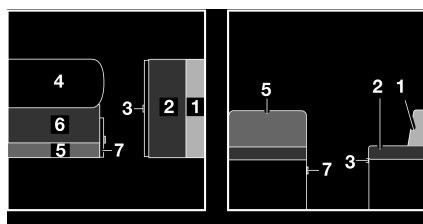

Fig. 124 Avant la transformation
- Agrandir la table (Fig. 124,4) et la transformer en sommier de lit (voir paragraphe 7.7).
- Tirer la poignée et ouvrir le portillon (Fig. 124,7).